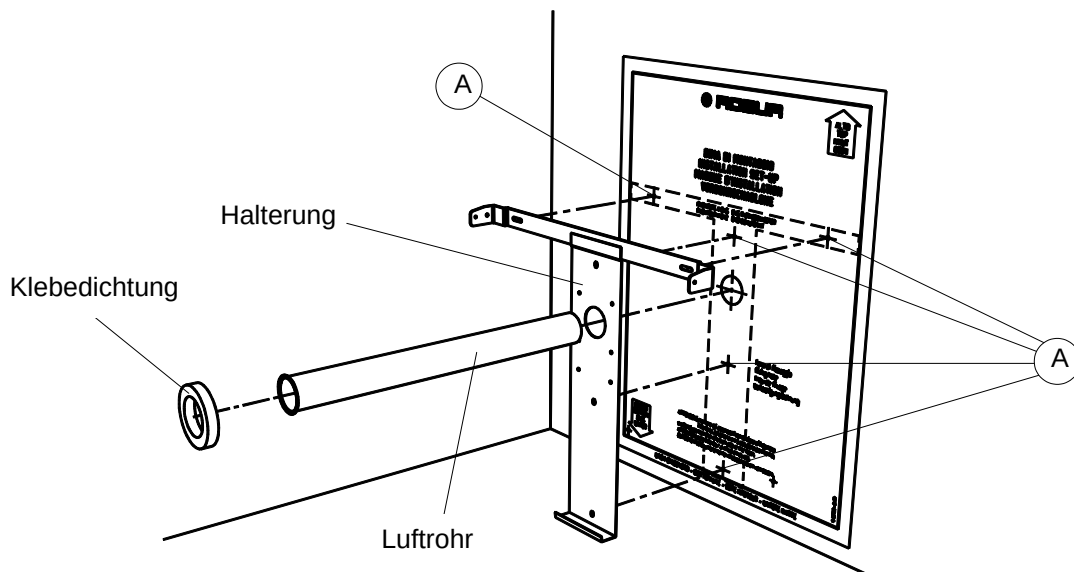

Abbildung 6 – Positionierung der Halterung und Bohrungen für die Modelle 41, 42, 51 und 52
4. Führen Sie die Bohrung ($\varnothing$ 50 mm) für das Hauptrohr aus und die Bohrungen A (siehe Abbildung 6) zur Befestigung der Wandkonsole (6 mm-Bohrungen zum Einsetzen der mitgelieferten Dübel ausführen).
7. Die Halterung und das Luftrohr $\varnothing 49$ positionieren und dabei darauf achten, dass die Aufbördelung bündig mit der Halterung ist (siehe Abbildung 6).
8. Die Halterung mit Schrauben befestigen und die runde Klebedichtung um die Bohrung der Halterung anbringen (siehe Abbildung 6).